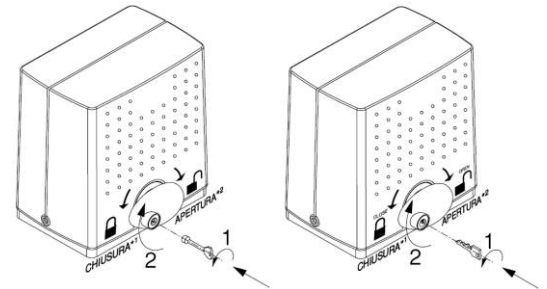

рис.25
- Взять ручку разблокировки и повернуть по часовой стрелке (рис. 25) до упора.